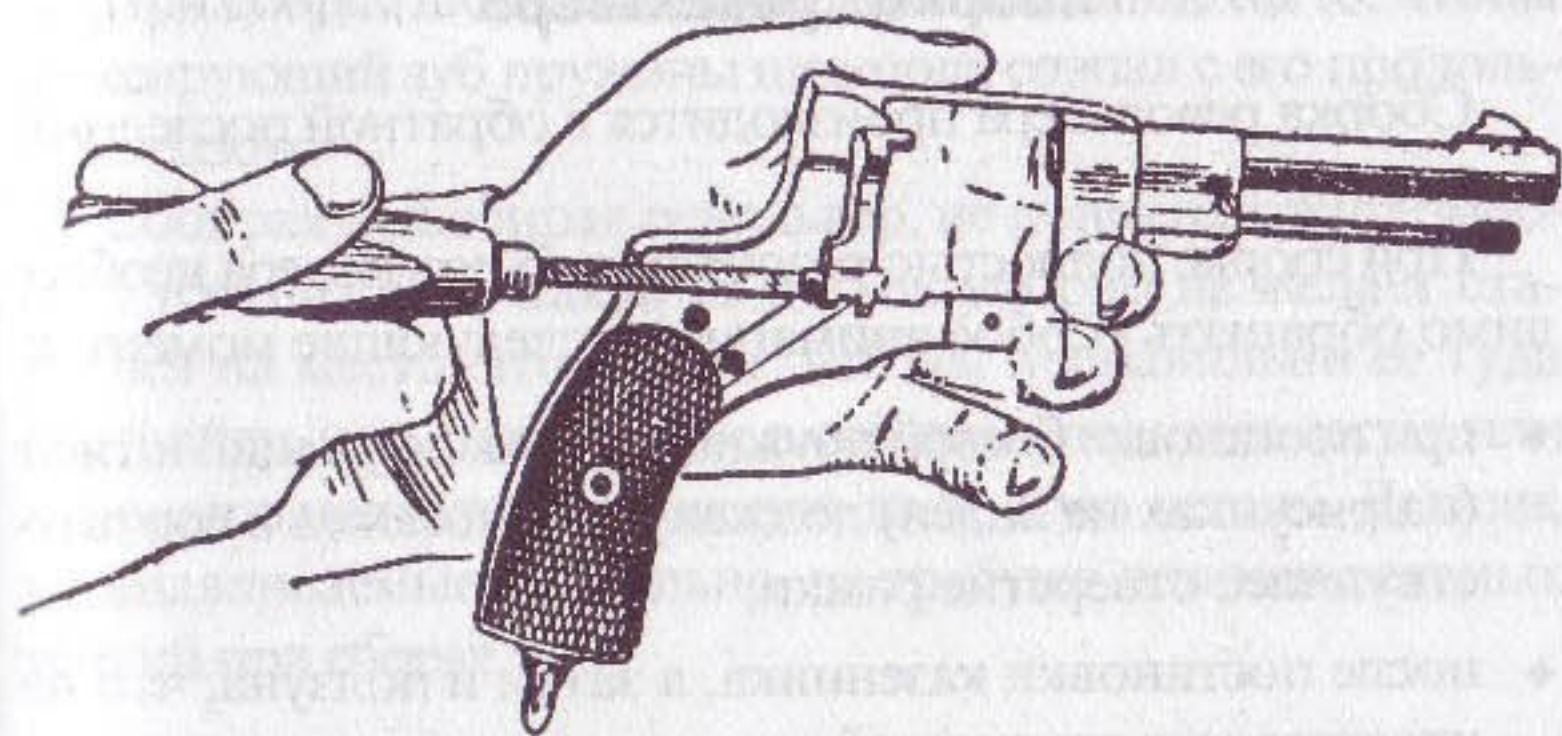

Рис. 78. Как отвинтить винт дверцы
- ◆ в случае необходимости отделить дверцу барабана надо отпустить крепежный винт ее пружины (28 на рис. 6) и отвинтить винт дверцы (рис. 78);